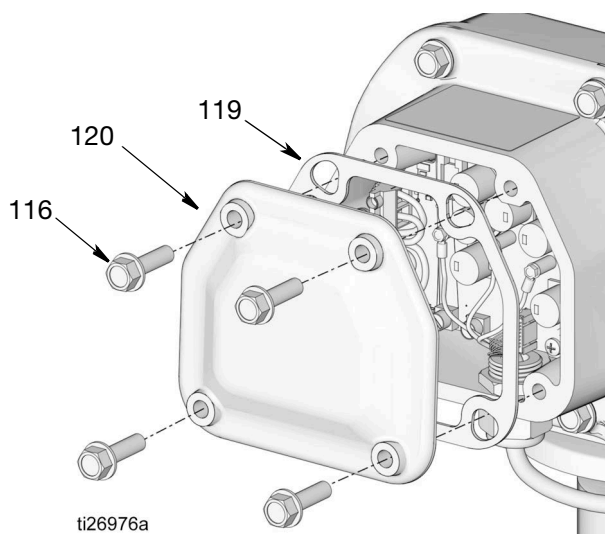

図 72
5. 配線に触れないように注意しながら、モーター制御ボードガasket (119)、カバー (120)、ネジ (116) を交換します (図 72)。ネジをしっかりと締めます。17~19 ft-lb (23~25 N•m) のトルクで締めます。